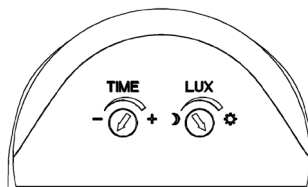

Рис. 2 Вид регулировочной панели
Диапазон задержки отключения – регулятором TIME (рис. 2).
1. Поверните регулятор LUX до максимума в положение «солнце» (рис. 2),